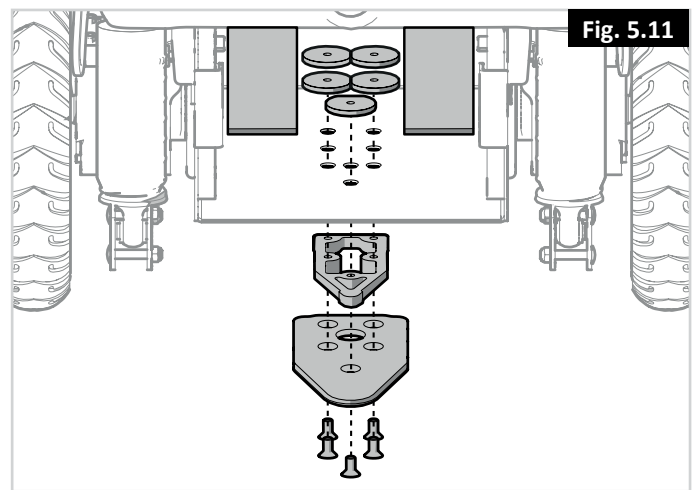

Fig. 5.11
1. Bringen Sie das 8 mm Distanzstück an der Sicherungsplatte an (Fig. 5.11).